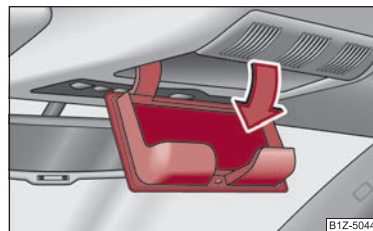

Fig. 94 Imagine din plafon: Compartimentul pentru ochelari
- Apăsați capatul compartimentului, compartimentul se va deschide ⇒ fig. 94. ▶